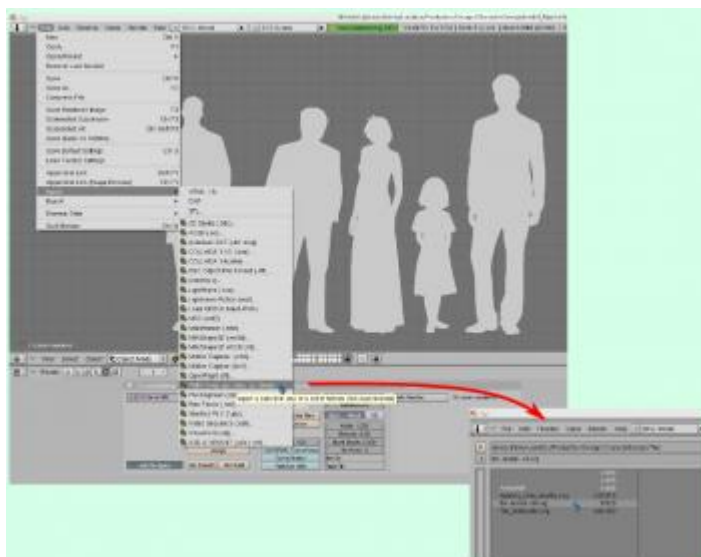

Figure 3 : J'ai importé les objet SVG dans Blender en tant que curves.
J'ai importé chaque SVG dans Blender en tant que *curves* (Figure 3). Il y avait huit personnages principaux (plus deux *extras*). Pour les mettre à la bonne taille (à l'échelle 1/100e, un mètre est réduit à un centimètre) j'ai décidé de prendre la convention qu'un *Bender Unit* (BU) serait égale à 1 cm. J'ai donc mis à l'échelle